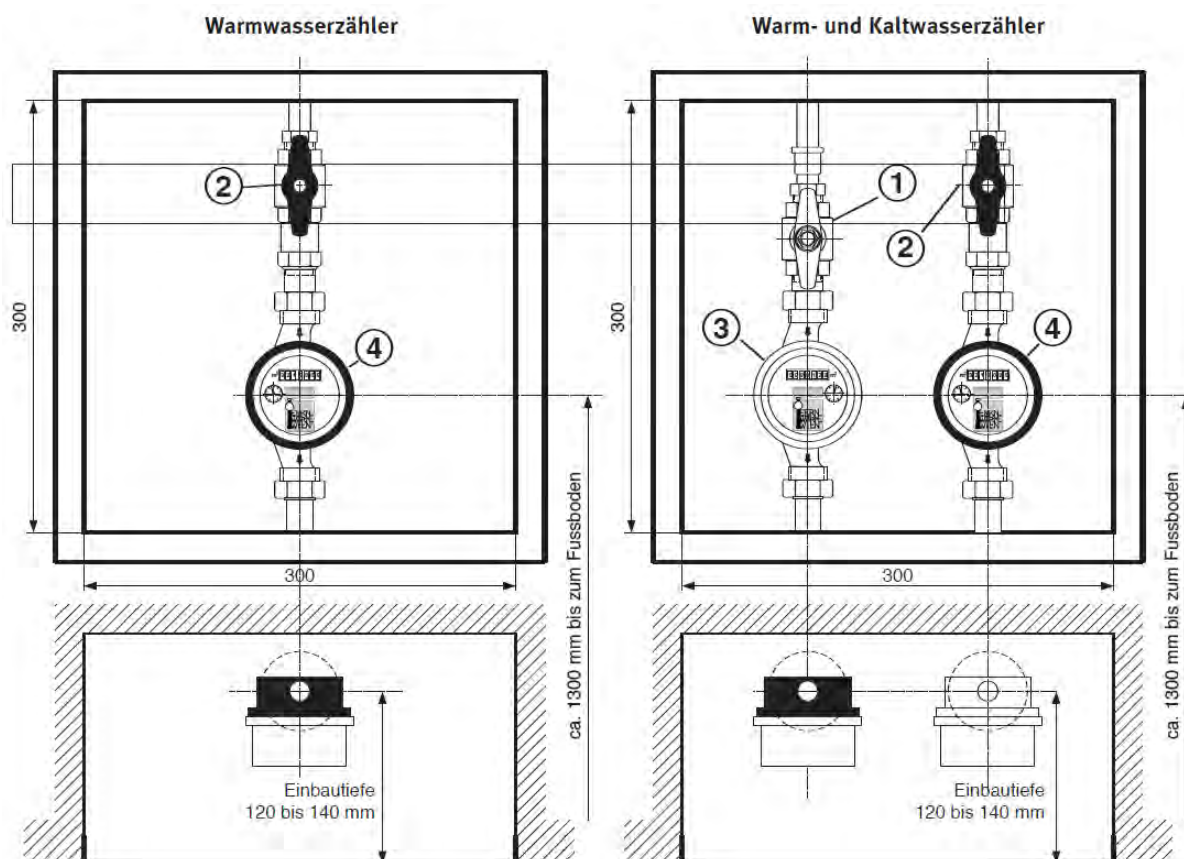

Abbildung 7: Zählernische für Kaltwasser- und Warmwasserzähler
- Absperrkugelhahn und Rückflussverhinderer zwischen Steigleitung und Warmwasserzähler (dieser wird bei WW-Abrechnung von Wien Energie beigestellt) -> siehe Abbildung 7